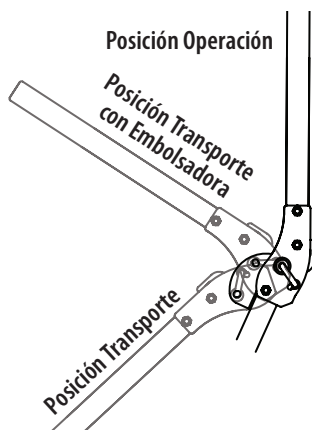

Fig. 23
Consulte la Fig. 23 y las siguientes descripciones y usos de las tres (3) posiciones de la ROPS.
2. Mueva la ROPS a la posición deseada. Las tres posiciones son TRANSPORTE, TRANSPORTE CON EMBOLSADORA y OPERACIÓN (Fig. 23).